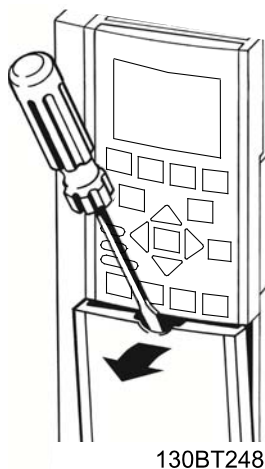

Abbildung 2.13 Zugriff auf Steuerklemmen in den Gehäusen IP 20
- Entfernen Sie die Abdeckplatte mithilfe eines Schraubendrehers. Siehe *Abbildung 2.13*.